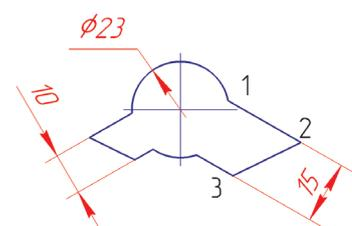

Рис. 3.5-1
Поставить линейный размер 15 мм от отрезка 1–2 до точки 3, линейный размер 10 мм, диаметральный размер $\varnothing 23$ (рис. 3.5-1).
2. В ответ на сообщение системы **Укажите базовый отрезок...** щелкнуть в любой точке отрезка 1–2 (рис. 3.5-1).